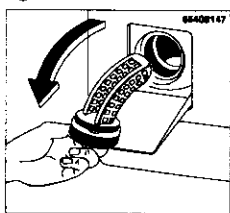

fig.8
- Tournez le filtre dans le sens inverse des aiguilles d'une montre et enlevez-le (fig.8).